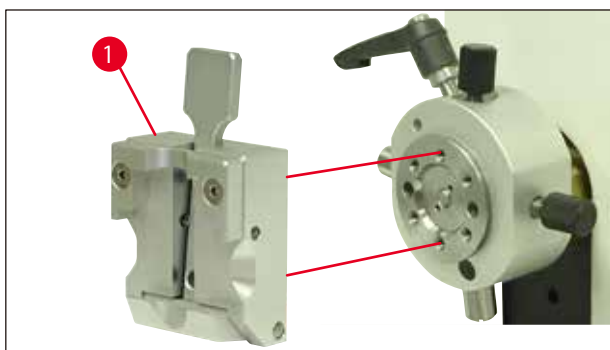

Рис. 11
4. Наденьте держатель (→ Рис. 11-1) блоков тканей, как показано (→ Рис. 11), на кронштейн для держателя образца и закрепите двумя винтами (→ Рис. 10-4).